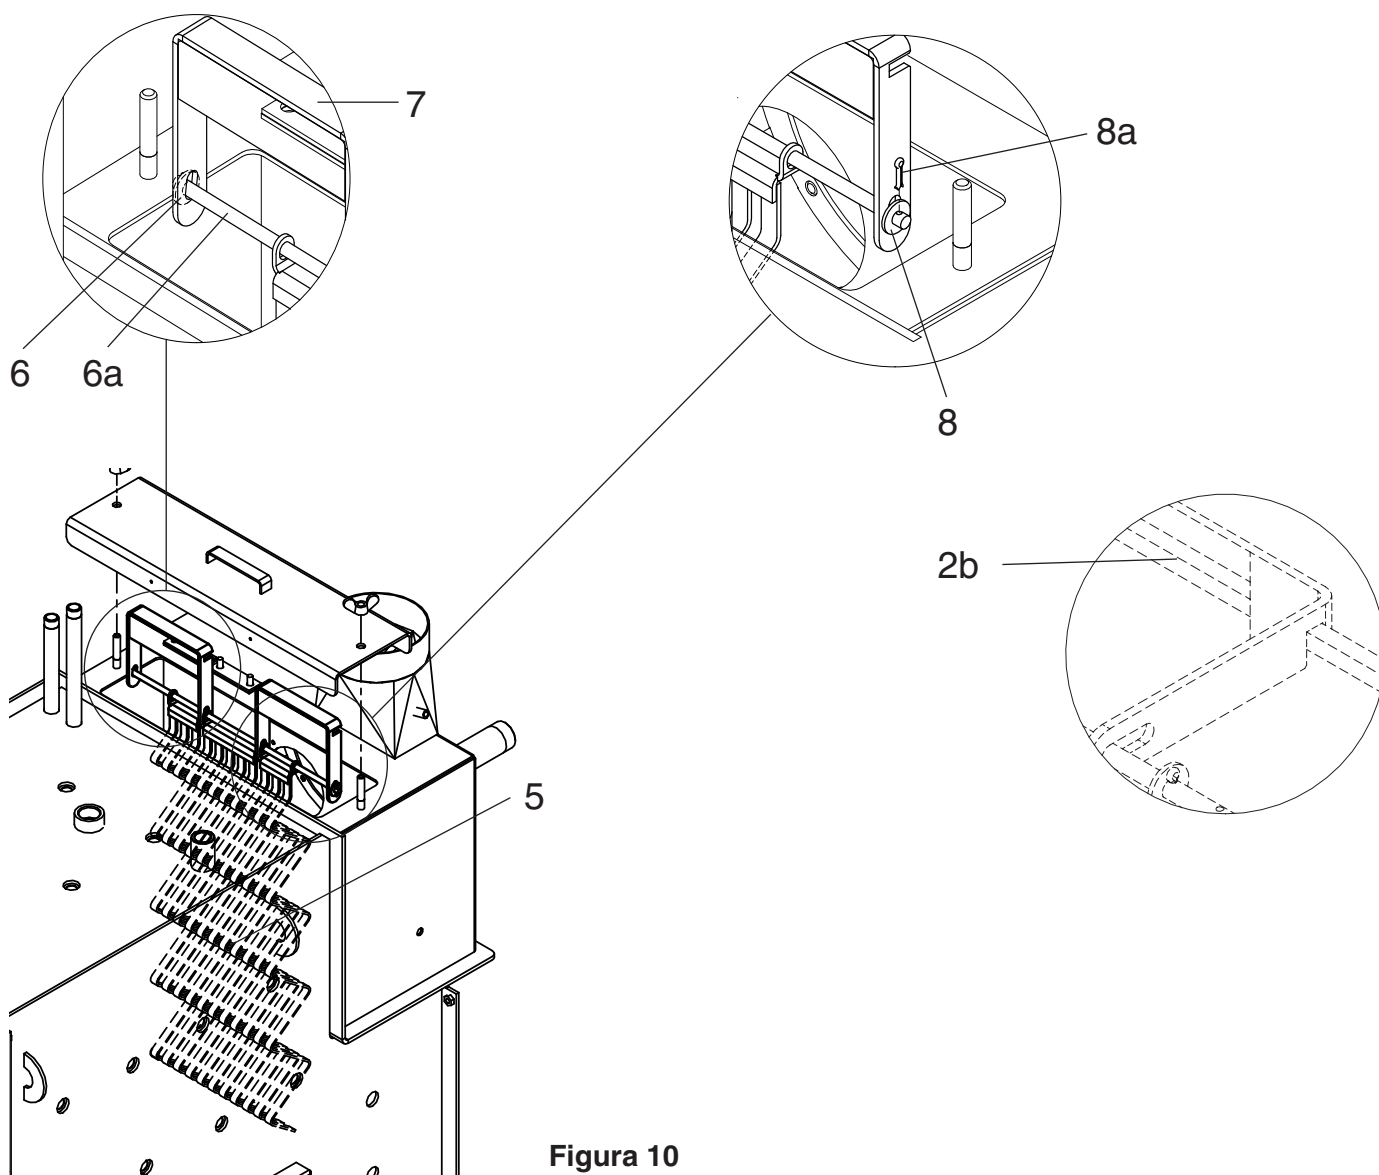

Figura 10
5. Introdurre i singoli regolatori (5, figura 10) nel tubo alettato.
6. Applicare la rondella a U (6, figura 10) sulla barra di articolazione (6a, figura 10).
7. Infilare i singoli regolatori (5, figura 10) e ambedue le leve (7, figura 10) sulla barra di articolazione (6a, figura 10). per la ripartizione vedere schizzi sopra.
8. Applicare la rondella a U (8, figura 10) sulla barra di articolazione (6a, figura 10) e fissare con la copiglia (8a, figura 10).
9. Introdurre l'intera unità dei regolatori completamente dentro il tubo filettato. Reclinare ambedue le leve e agganciarle alla barra (2b, figura 10). (2b, Bild 10) einhängen.